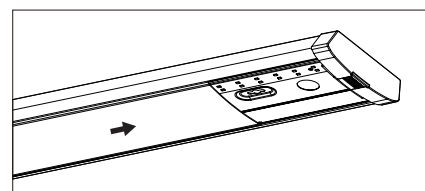

Figure 11
- Pour installer le diffuseur (B), commencez à une extrémité de la base et insérez la fente du diffuseur sur le bord de la base. Pressez doucement pour emboîter l'autre côté, et poursuivez ainsi tout le long du diffuseur jusqu'à ce qu'il soit bien fixé. (Figure 11).